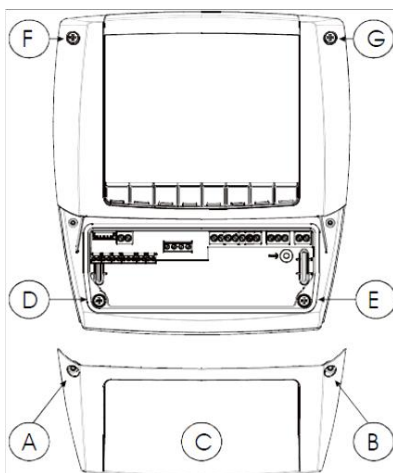

FIG. 1
1. Skru opp de 4 skruene foran (Fig. 1, A, B, F, G) og fjern dekslet (Fig. 1, C).
2. Skru opp de 2 skruene (Fig. 1, D, E) som holder de fremre og nedre delene av regulatoren samlet, og separer de to delene.
7. Monter fremre del med de 4 skruene (Fig. 1, D, E, F, G). (ikke press hardt da dette kan resultere i deformasjon av plastikken).
2. Skru opp de 4 skruene i front (Fig. 1, A, B, F, G) og fjern dekslet (Fig. 1, C).
3. Skru opp de 2 skruene (Fig. 1, D, E) som holder de fremre og nedre delene av regulatoren samlet, og separer de to delene.
8. Sammenfør deler foran og bak med panelet i midten, og fest dem ved å skru de 4 skruene fra tidligere (dimensjoner 4x35 mm) i hullene på Fig. 1, A, B, D, E. Maksimal tykkelse på panel: 6 mm.